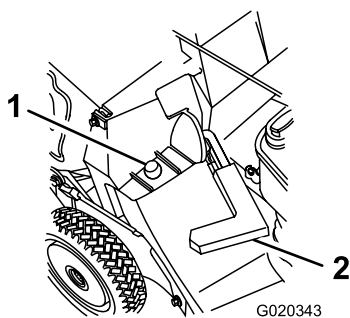

Figure 26
3. Vérifiez que la poignée du volet d'éjection est complètement abaissée vers l'avant (Figure 26).
4. Accrochez le cadre du bac par le trou sur l'ergot de retenue situé sur l'éjecteur (Figure 26).
2. Soulevez la poignée du volet d'éjection et poussez-la vers l'avant jusqu'à ce que l'ergot de verrouillage sorte de l'encoche (Figure 26).